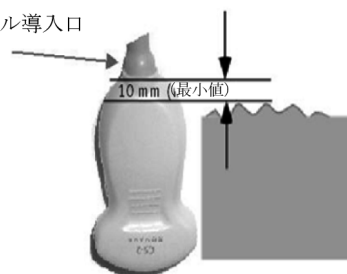

図1 プローブ浸漬水位の限度
- 本品を消毒剤に浸漬する場合は、規定されている位置（プローブ筐体の上部先端より10mm下）より深く浸漬しないこと（図1参照）。プローブピンには消毒剤をかけないように注意すること。また、45分を超えて浸漬しないこと。[故障の原因となる可能性がある。]